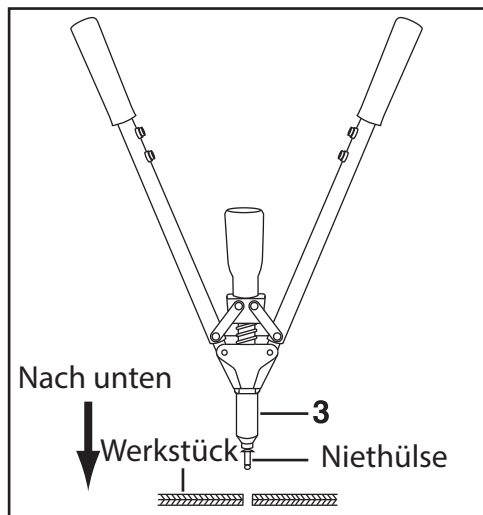

Abb.2
Danach die Niethülse komplett in das vorgebohrte Loch im Werkstück einführen (Abb.2).
Zuerst den Handgriff (2) drücken, um die Schere (3) vollständig zu schließen (Abb.2). Mundstück (4) mit Hilfe des Schraubenschlüssels (23) vom Gerät abschrauben. Neues Mundstück (4) installieren und mit dem Schraubenschlüssel (23) fest verschrauben.